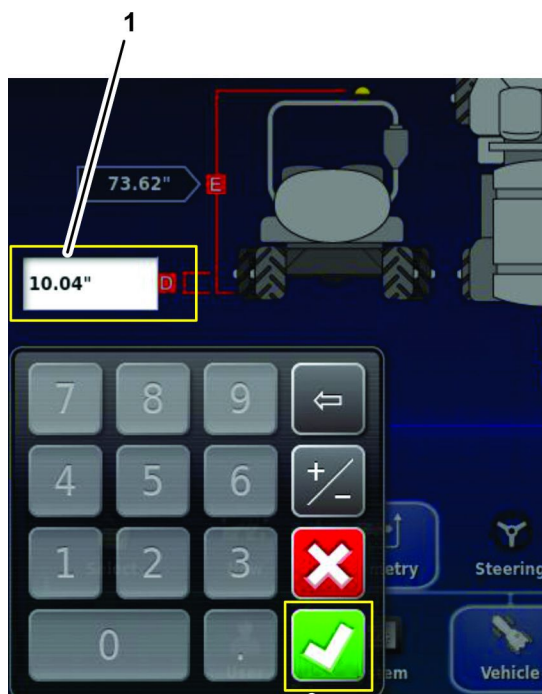

図 192
4. 後アクスル中心から地表面アイコンDを押し、画面内キーパッドを使って、車両の寸法測定 \(ページ 81\)の車両形状用紙にメモした数値を入力して承認アイコンを押す 図 192。